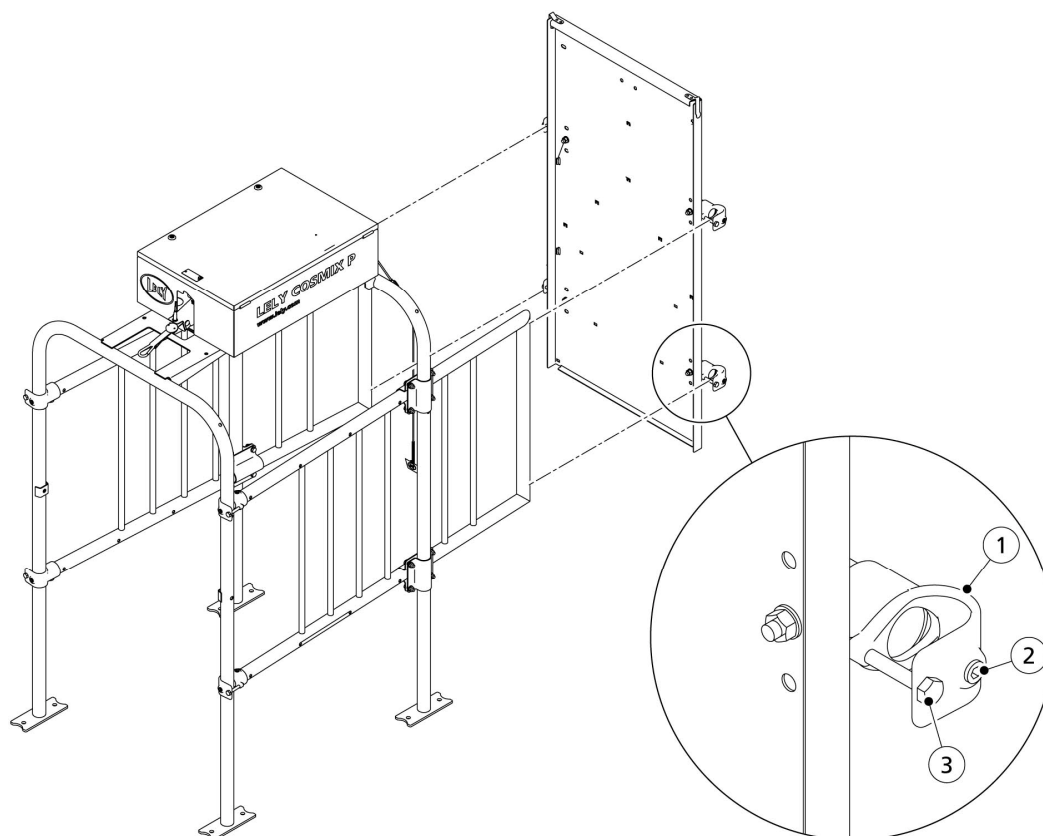

Abbildung 22. Montage der Frontplatte an den Gittern
3. Montieren Sie die beiden Befestigungsrohre mit den vier Muttern (5) und Unterlegscheiben (6) auf der Rückseite der Frontplatte.
4. Drehen Sie die vier Schrauben (3, abb. 22, Seite 5-11) mit einem 17-mm-Schlüssel aus den vier T-Klemmen (1).